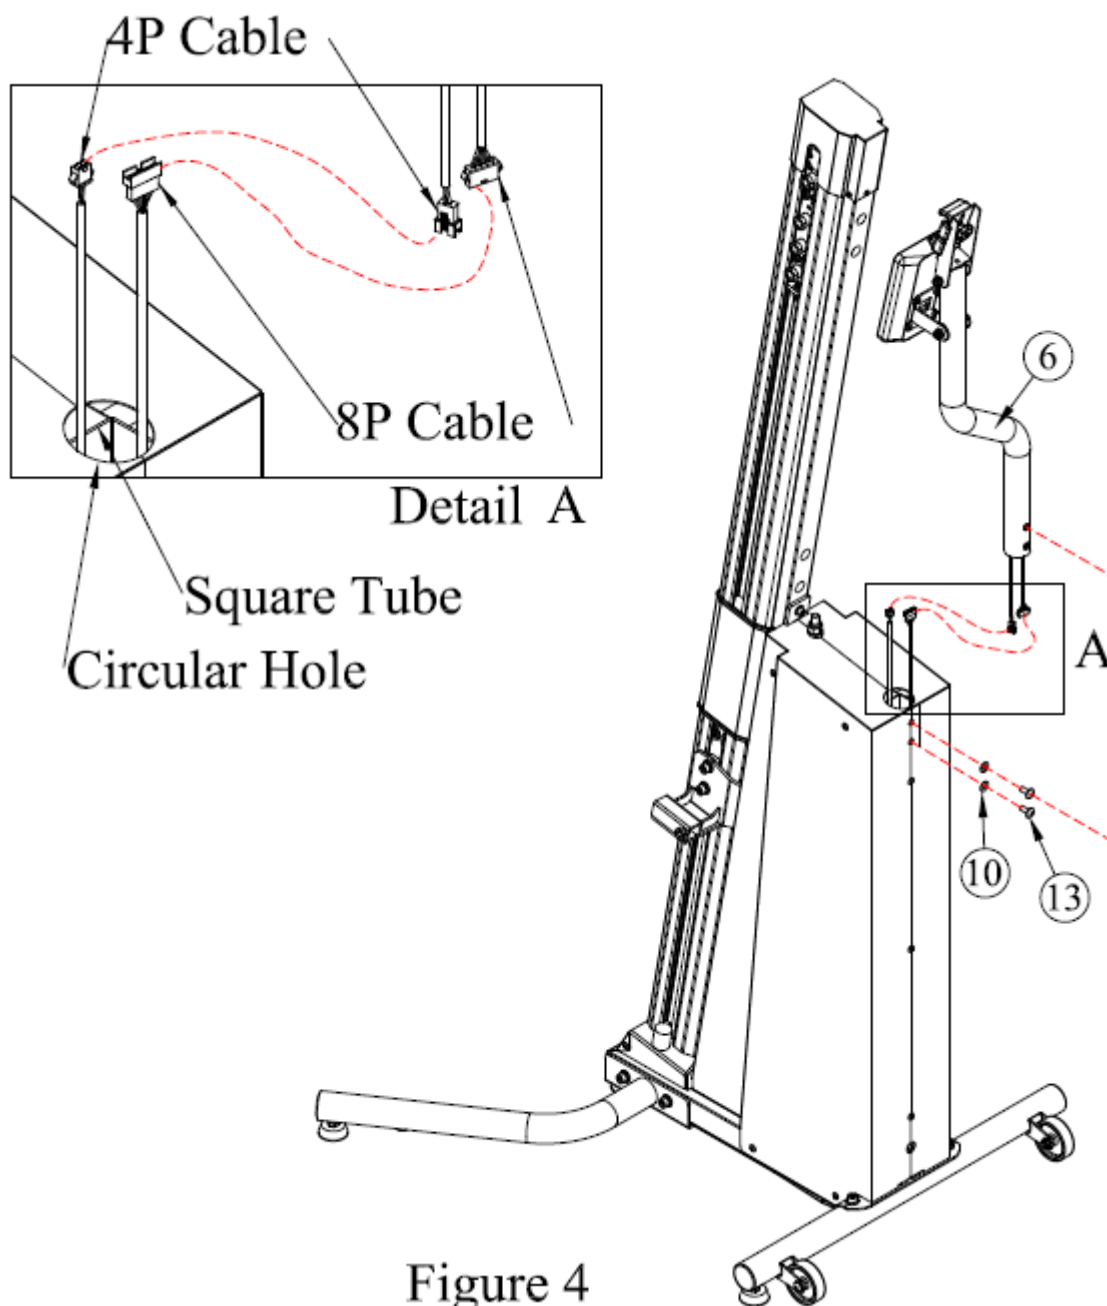

Figure 4
Ostrożnie wyciągnij kable z ramy głównej (1) i połącz je z kablami z uchwyty zgodnie z rys. 4, szczegół A.